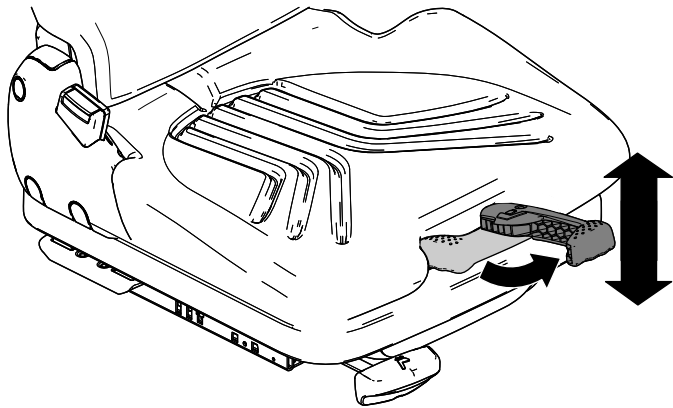

Figura 19
1. Tragei maneta de reglare a suspensiei scaunului (Figura 19).